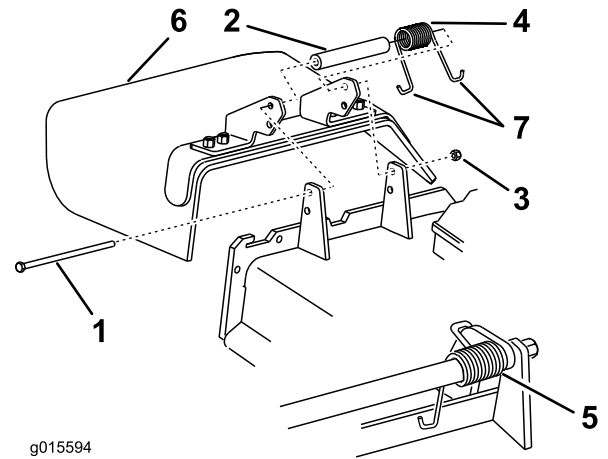

Figura 102
1. Retire la contratuerca, el perno, el muelle y el espaciador que sujetan el deflector a los soportes de pivote (Figura 102). Retire el deflector de hierba dañado o desgastado.
**Nota:** Asegúrese de colocar un extremo en J del muelle detrás del reborde de la carcasa antes de instalar el perno, según se muestra en Figura 102.
3. Instale el perno y la tuerca. Coloque un extremo en J del muelle alrededor del deflector de hierba (Figura 102).